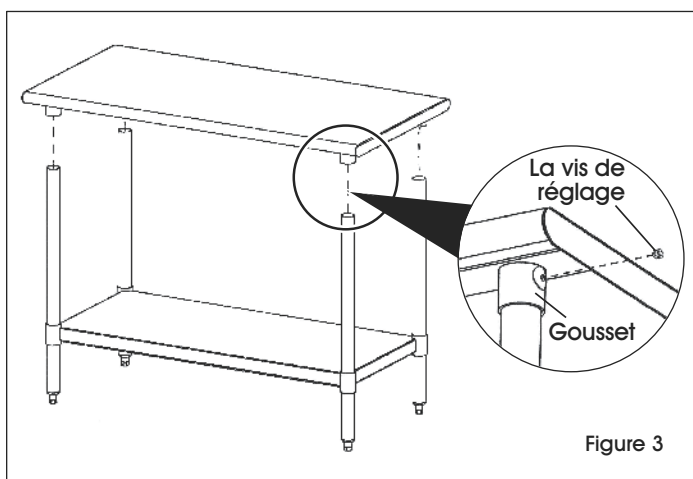

Figure 3
2. Placez la table à la verticale et posez le dessus de table sur les pattes en insérant chaque patte dans les goussets du dessus de table. À l'aide de la clé Allen de 5/32 po, serrez la vis de réglage sur chaque gousset. (Voir Figure 3)